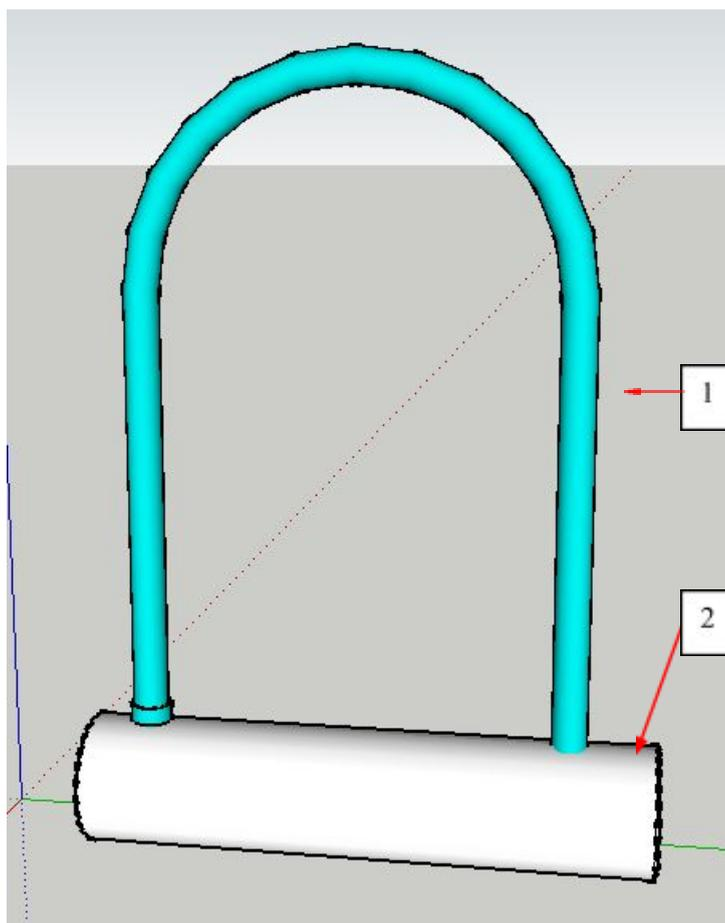
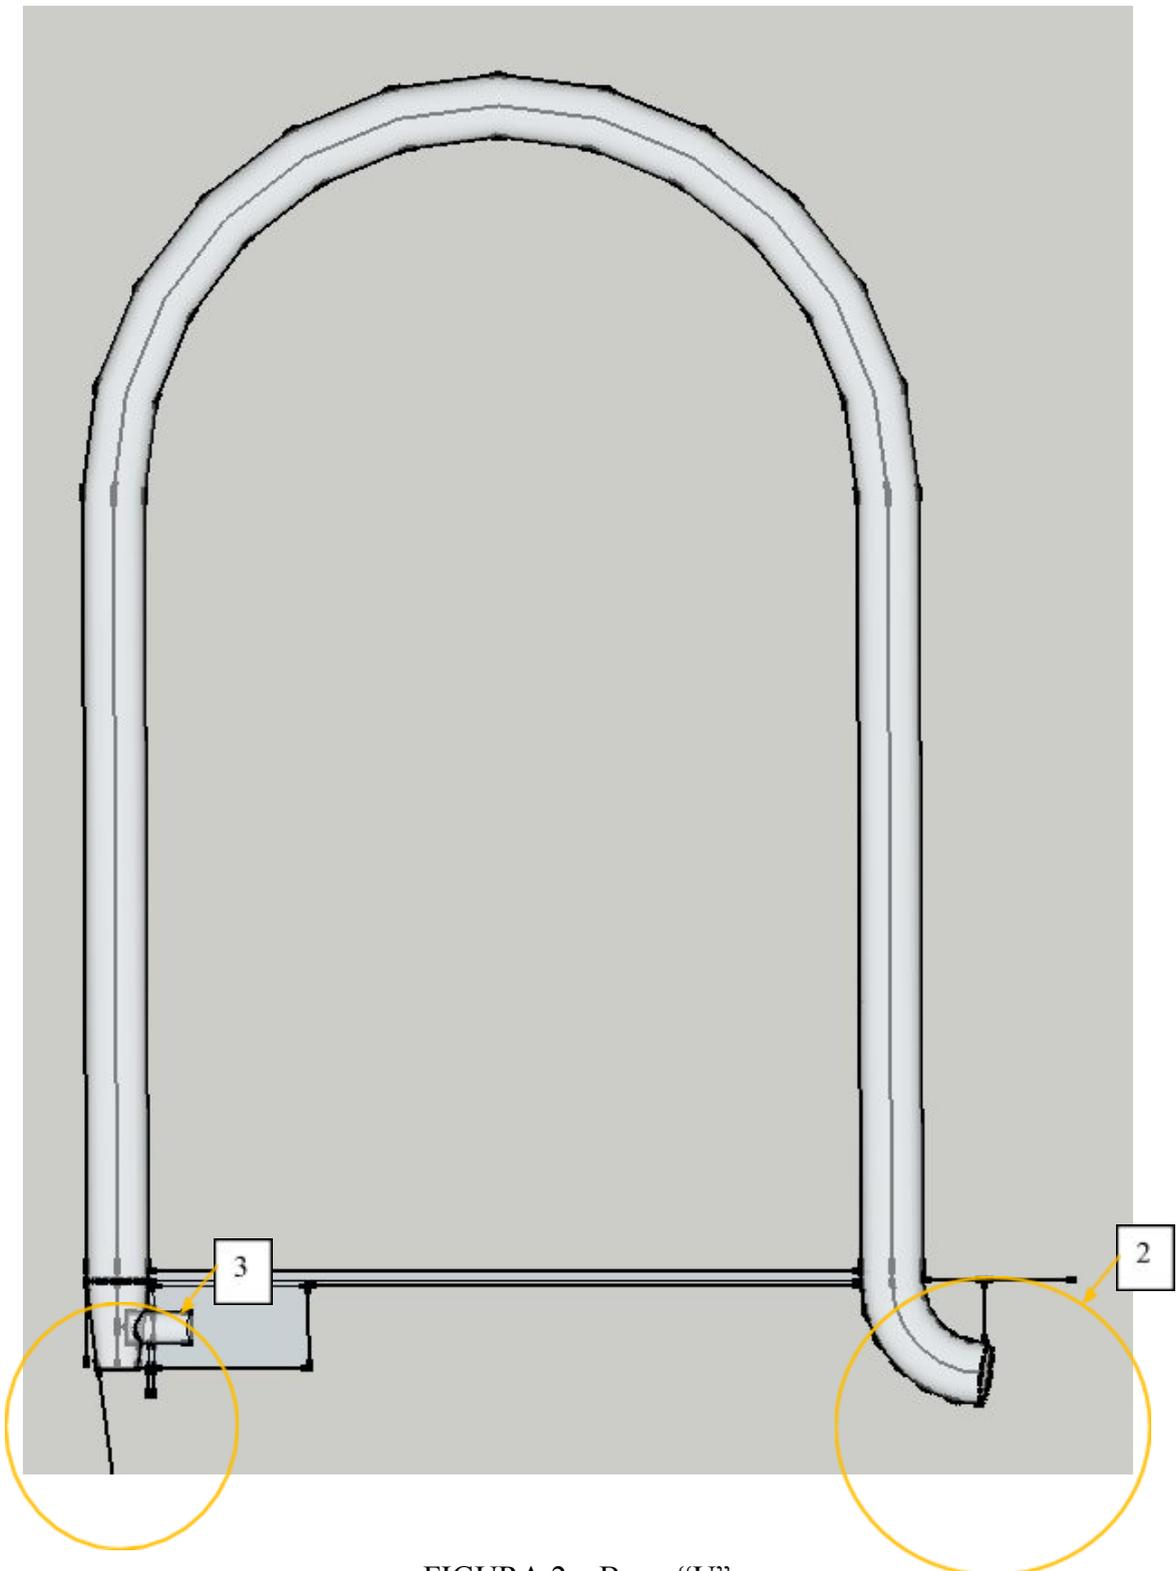
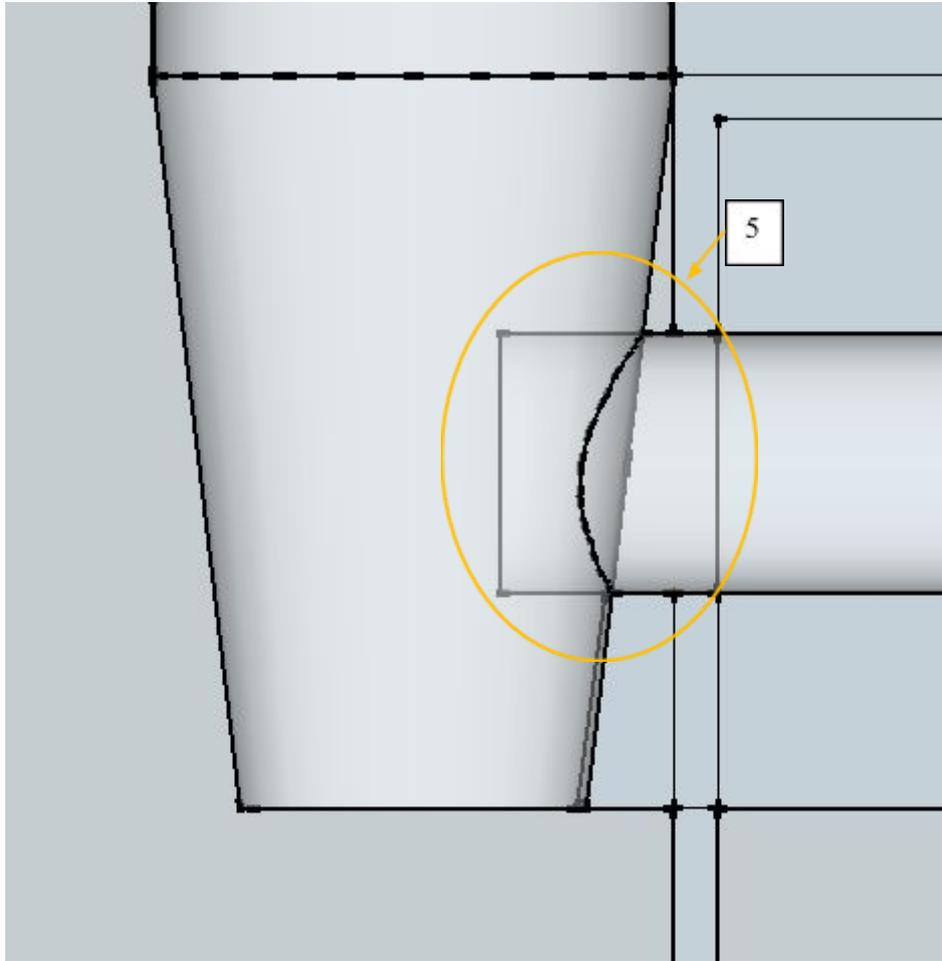
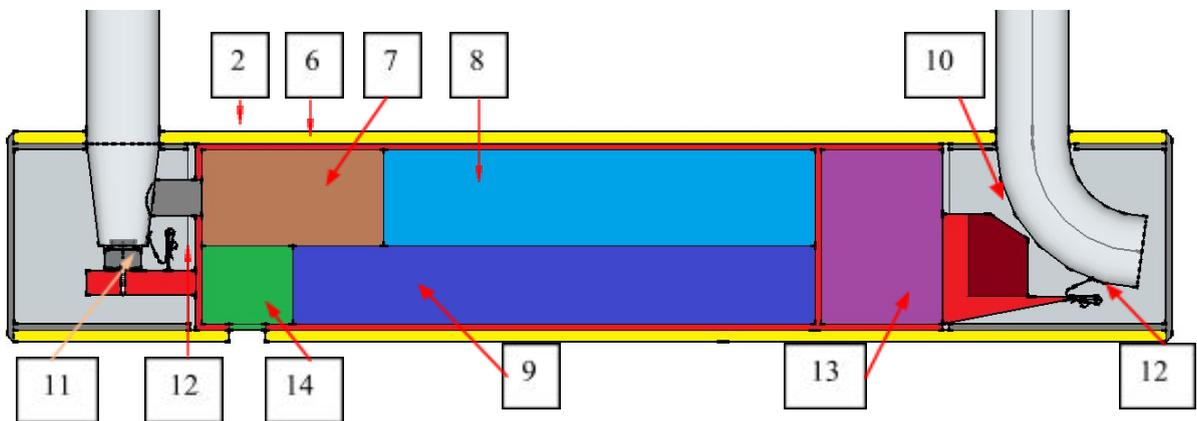

FIGURA 1 - VISTA EXTERNA DA TRAVA
FIGURA 2 – Barra “U”
FIGURA 4 – Ponta da barra “U”
FIGURA 5 – Componentes Internos da Carcaça
[004] A Figura 1 mostra uma vista externa da trava, com os seus principais componentes: a carcaça (Item 1) e a barra em forma de “U” (Item 2). A Figura 2 mostra as extremidades da
[005] barra “U”, que possui, em uma das suas extremidades, um acoplamento curvo em sentido contrário ao “U” (item 3) para impedir a movimentação desta extremidade no eixo vertical e a outra extremidade possui uma ponta cônica acompanhando um círculo teórico de mesmo centro que o da ponta curva (item 4), permitindo assim que a barra “U” possa ser conectada à carcaça com um movimento de rotação (Figura 4). A Figura 5 mostra o detalhe da ponta cônica apresentando um furo circular, transversal ao seu eixo para que a um cilindro acoplado ao atuador (podendo esse ser um motor linear, um solenóide, um motor de passo, etc.) faça o travamento (item 5).
[006] A Figura 5 mostra os demais componentes que estão na carcaça (Item 2): uma cápsula par proteção e fixação dos demais componentes (Item 6), o atuador com o cilindro para o travamento da barra “U” (Item 7), a placa eletrônica com o micro-controlador, sensores (acelerômetros, giroscópios, sensores de luminosidade e de rompimento da barra “U” e módulos para a comunicação com o usuário (Item 8), a bateria recarregável (Item 9), o plug de alimentação de energia com acesso somente com a barra “U” desacoplada da carcaça (Item 10), um interruptor acionado pela barra “U” quando acoplada que energiza todo o sistema (Item 11), dois contatos que fornecem uma corrente elétrica para a barra “U” para que no caso desta ser cortada o alarme e sinal para o usuário sejam disparados (Item 12), um emissor de sinal sonoro à prova d’água para o alarme sonoro (Item 13), uma fechadura com chave para acionar o cilindro do atuador no caso de falta de bateria (Item 14) e duas tampas com fixação dupla (Item 15), rosqueadas na carcaça e também com uma furação para que a barra “U” as atravesse impedindo a sua retirada com a barra “U” acoplada. A Figura 16 mostra o detalhamento da fixação das tampas, com a região rosqueada (Item 16) e a furação para a passagem da barra “U” (Item 17).
[007] O funcionamento deste sistema se inicia com o fechamento manual, por parte do usuário, conectando a barra “U” na carcaça; quando a barra está na posicionada pressiona o interruptor (item 11 da figura 5) energizando e assim iniciando o sistema. Após isso o usuário realiza comando para o travamento através de aplicativo de software para dispositivo móvel (APP) que manterá contato com a trava conexão à Internet podendo usar uma rede virtual privada (VPN) via Wi-Fi ou conexão de dados por GSM/GPRS/Edge/3G/4G/5G.
caracterizado por uma barra em forma de U (item 1 da figura 1) e uma carcaça cilíndrica (item 2) confeccionada em aço, para proteção de uma cápsula (item 6, figura 5) onde ficarão contidos os componentes eletrônicos de comando, os eletromecânicos do travamento e acionamento da trava, a bateria recarregável, o emissor do sinal sonoro do alarme e fechadura com chave para acionamento manual em caso de falha nos sistemas eletroeletrônicos; descritos a seguir: uma barra de seção circular, em forma de U, de aço temperado, com uma extremidade usinada de forma a permitir a entrada de um trinco em forma cilíndrica (componente 4, figura 2) com movimentação transversal ao eixo da barra de modo a permitir a passagem da barra no
sentido do fechamento, quando o atuador estiver energizada (componente 5, figura 2), e proporcionando o travamento da mesma após o encaixe estar completo. A outra extremidade da barra U possui uma curvatura em sentido contrário ao U de modo a permitir o encaixe desta na carcaça e complementar o travamento efetuado na outra extremidade. A trava cilíndrica é ligada a um atuador acionado pelo sistema de controle integrado mencionado nos itens 1 e 2, de modo que com o comando do usuário através de dispositivos eletrônicos o atuador seja acionado, recuando o cilindro e liberando a movimentação da barra U, permitindo assim a retirada da bicicleta do local onde estava travada.